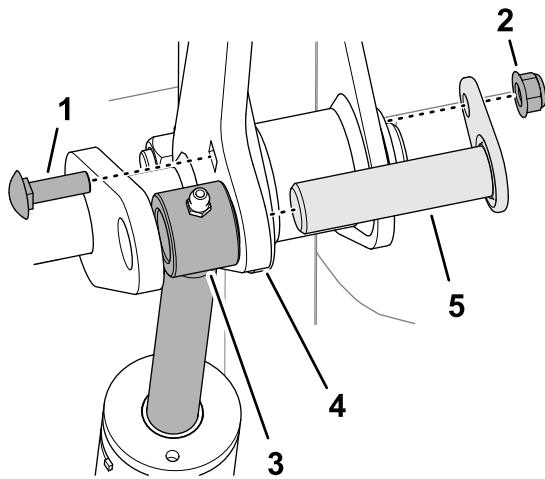

Figura 19
6. Alinee la rótula del cilindro entre los brazos del eje de elevación (Figura 19).